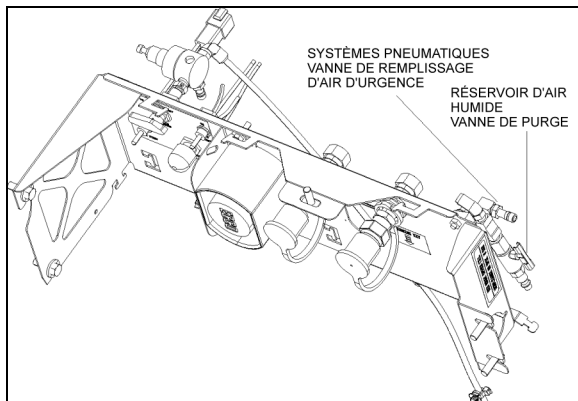

FIGURE 44: EMBLACEMENT DE SOUPAPE ARRIÈRE SUR LA SÉRIE H3
1. Avant de pressuriser le système à air comprimé, relâcher l'écrou de blocage (2, Figure 44) puis faire tourner dans le sens antihoraire la poignée de réglage du régulateur jusqu'à ce qu'il n'y ait plus de tension sur le ressort de régulation.
5. Serrer l'écrou de blocage (2, Figure 44) pour bloquer le régulateur à la pression requise.
1. Couper la pression d'admission et réduire à zéro la pression dans les conduites d'admission et de sortie. Faire tourner la poignée de réglage de régulateur (1, Figure 44) dans le sens antihoraire jusqu'à ce qu'il n'y ait plus de tension sur le ressort de régulation. Le régulateur peut être démonté sans enlever la conduite d'air.
1. Lubrifier les joints toriques (14 et 16, Figure 44), la tige de soupape (13), l'extrémité de la vis de réglage (1) et la circonférence extérieure ainsi que les deux côtés de la rondelle de butée (8) au moyen d'une fine couche de graisse pour joint torique de bonne qualité.